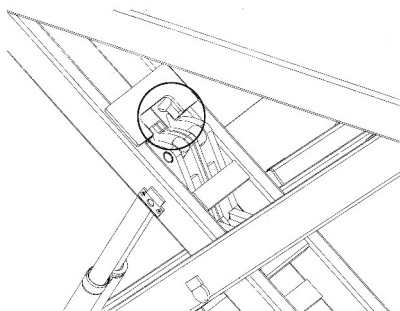

Bild 3: Siehe Zylinderhebel (Kreis)
- Jetzt ist die Lage der Zylinderhebel zu überprüfen. Alle vier Zylinderhebel müssen an den Anschlägen der Scheren anliegen. (siehe Bild 3)